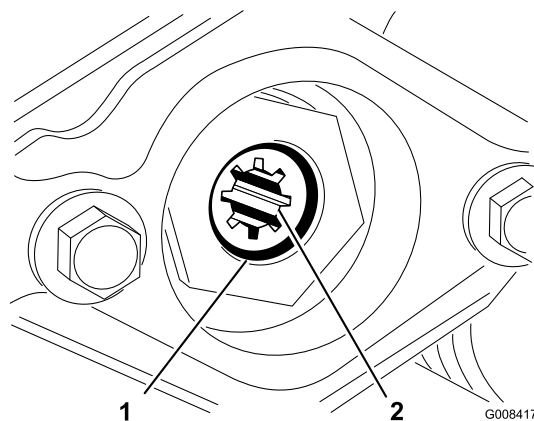

Figura 15
3. Tornillo allen (2)
- D. Retire la anilla a presión que fija el acoplamiento de tracción en el tubo del molinete (Figura 15). Retire el acoplamiento de tracción.